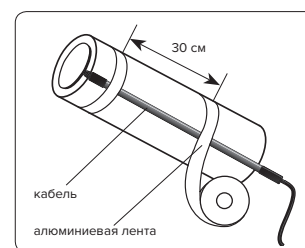

Рис. 1. Фиксация кабеля на трубе с помощью алюминиевой ленты
2. Закрепите кабель на трубе прямолинейно или спирально при помощи самоклеящейся алюминиевой ленты. Рекомендуемый шаг крепления 30 см (рис. 1).